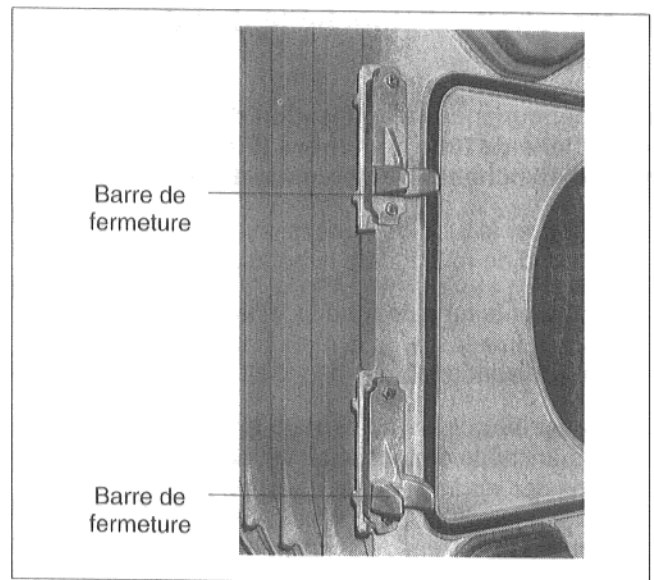

Fig. 27
- Visser – à l'aide de deux vis d'assemblage M 12 x 55 – les barres de fermeture à chanfrein pour la porte du brûleur sur l'élément de façade, conformément à la Fig. 27 (butée à droite). La branche longue de la barre de fermeture doit pointer vers le haut. Pour la butée à gauche, visser à droite.